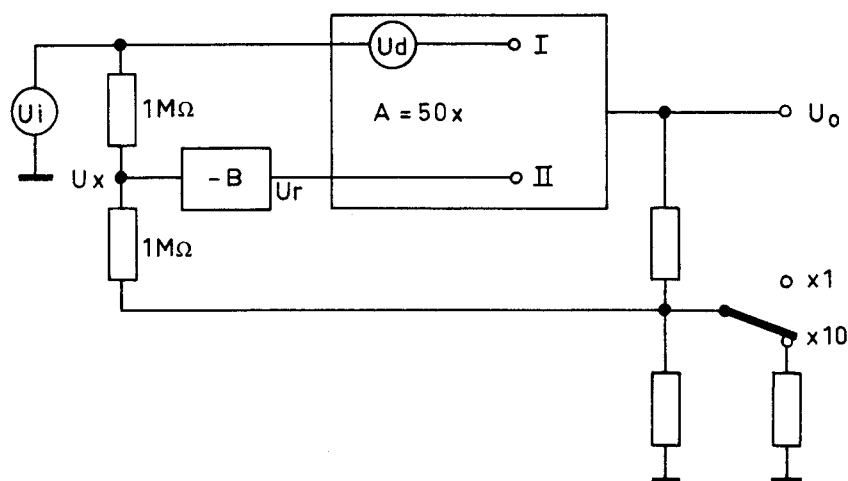

Abb. 5. Vereinfachtes Schaltbild der Regelschaltung
3. Drift-Gegenkopplung (siehe Abb. 5)